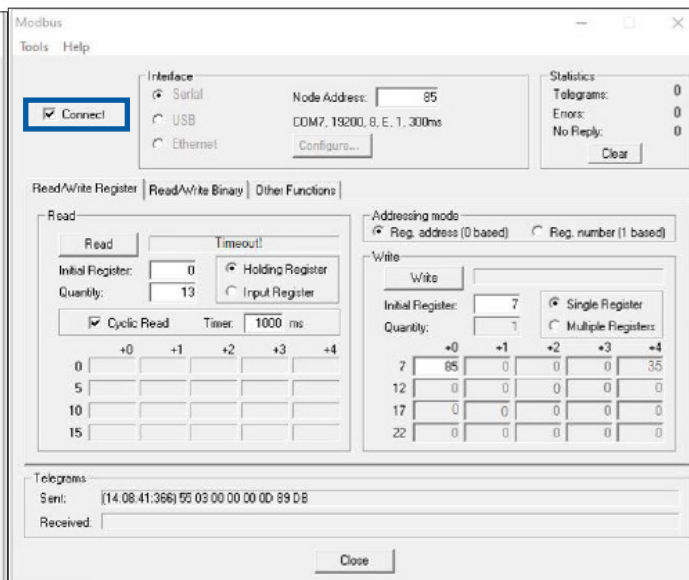
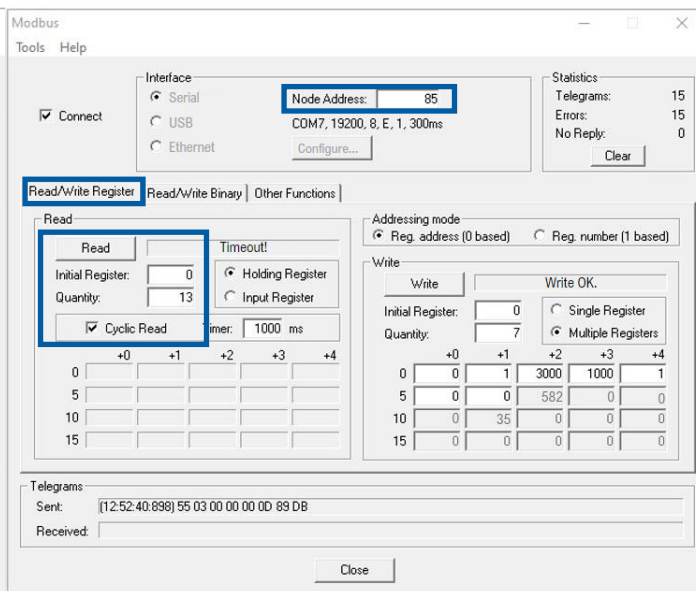

Figura 15 - Conexión de Modbus
Figura 17 - Falla en la comunicación Modbus
- Paso 4: Luego de la conclusión de las operaciones de arriba, seleccione "Connect" (vea la Figura 15).
- Paso 2: Seleccione “Read/Write register”, ingrese la dirección del registro inicial y la cantidad y haga clic en Read. Verifique si la función Read puede ser ejecutada con éxito. Si la comunicación fuera éxito, el resultado será como muestra la figura 15. Si la comunicación fallara, el resultado será como muestra la Figura 17, y será necesario obtener la dirección correcta de este Motor ECM (Consulte el Paso 3).